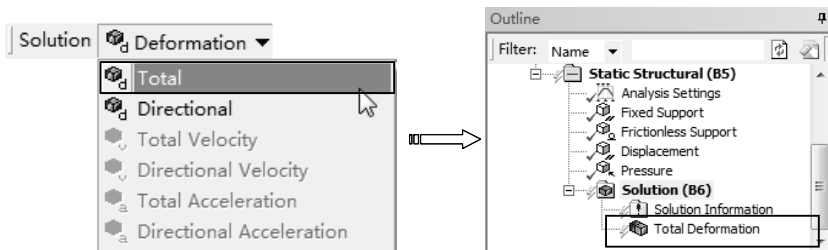

图 8-58 添加变形求解项
- 2) 求解变形。单击【Solution】工具栏上的【Deformation】|【Total】命令，此时在分析树中插入【Total Deformation】项，如图 8-58 所示。